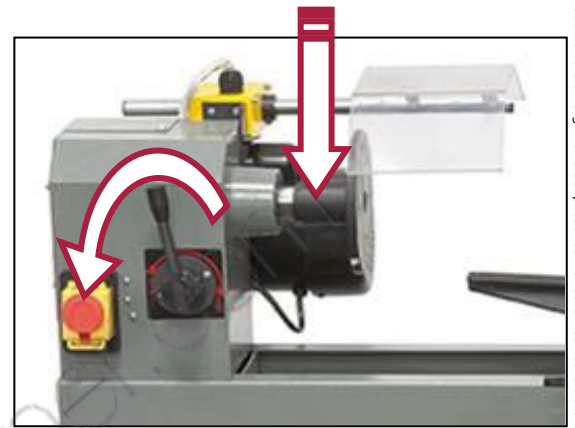

Figura 18 – Selezione della velocità.
Sul quadro di comando del tornio, è presente una leva per la regolazione della velocità di rotazione del mandrino (Figura 18).
6. Impostare la corretta velocità di rotazione del mandrino, utilizzando l'apposita leva (Figura 18).